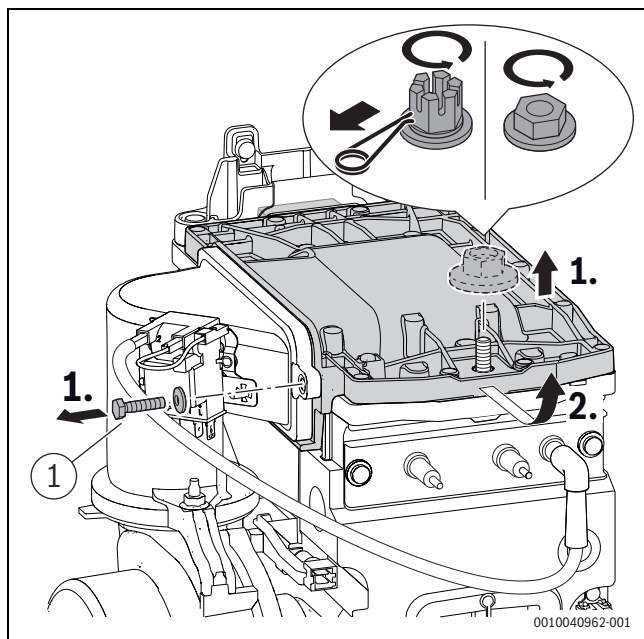

Bild 203 Brennerdeckel ausbauen
- Schraube ([1], Bild 203) am Brennerdeckel mit 5,5+0,5 Nm festziehen.